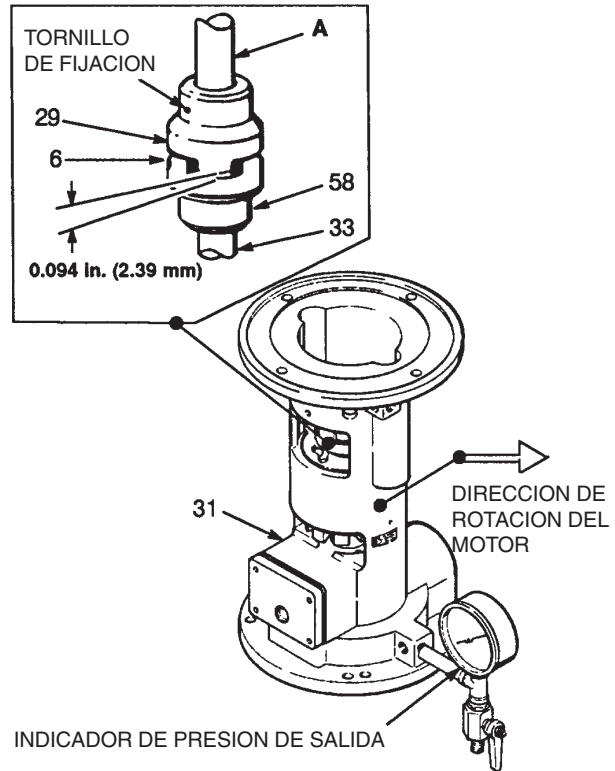

Fig. 1
3. Antes de unir el acoplador de la bomba con el del eje del motor, cerciorarse de que el eje gira en la dirección correcta. Remitirse a la Fig. 1, página 4.
Cuando conecte el motor, cerciórese de que el eje gira en la dirección indicada en la base de la bomba y en la Fig. 1. Poner el acoplador del motor en el eje del motor (A), empujarlo totalmente hasta el final del eje. Apretar un poco el tornillo de fijación.
Ajustar el acoplador del motor con una holgura de 2,39 mm (0,094"). Ver Fig. 1. Apretar el tornillo de fijación del acoplador de bomba.
Sistema de limpieza, enjuague y cebado (Ver la instalación tipo y la Fig. 1)
1. Cerciorarse de que el motor gira en la dirección correcta y que la holgura del acoplamiento motriz es de 2,39 mm (0,094"). Ver Fig. 1.